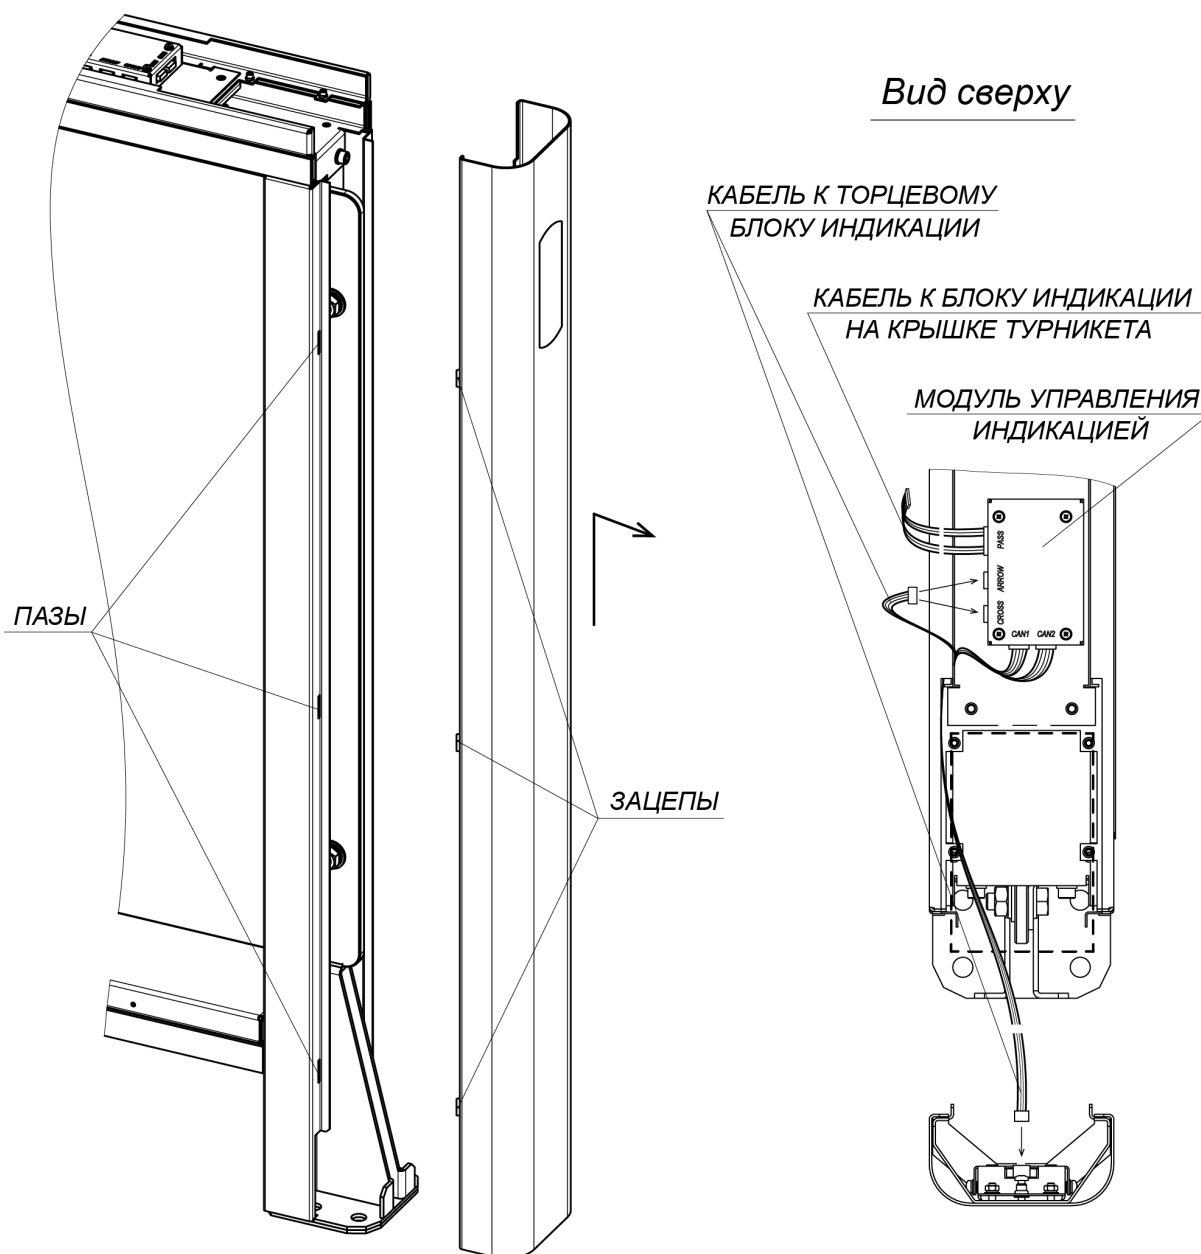

Рисунок 22. Снятие передней панели боковой стойки
- При необходимости произведите монтаж считывателей карт доступа: либо на предусмотренные для этого полки в верхнем коробе на торцах стойки (см. рис. 22), либо непосредственно на верхних крышках секций снизу (**PERCo-MR07 OEM**). Для фиксации считывателей используйте двусторонний скотч и при необходимости неметаллические подкладки, чтобы расположить его как можно выше (т.е. ближе к верхней поверхности крышки) с целью увеличить дальность считывания. Кабели от считывателей аккуратно проведите через верхний короб и центральную стойку к месту ввода кабеля от контроллера СКУД, используя штатные окна в деталях корпуса секции. Кабели не должны проходить между отверстиями для крепления верхней крышки секции и вблизи них, чтобы не повредить кабели при установке крышки. Для крепления кабелей применяйте самоклеящиеся площадки и кабельные стяжки. Не допускается крепление к
24. Установите на свои места передние панели боковых стоек (8) (разд. 8.9.2). После установки проверьте, чтобы верхний край панелей находился на одном уровне с корпусом секции. Панель с торцевым блоком индикации устанавливается с того края секции, где находится модуль управления индикацией, который закреплен на одной из двух стальных защитных пластин в верхнем коробе (см. рис. 22). При этом к торцевому блоку индикации необходимо подсоединить соответствующий соединительный кабель от модуля управления индикацией. Для отображения на торцевом блоке индикации белой стрелки соединительный кабель должен быть подключен к разъему **ARROW** модуля управления индикацией, для отображения красного креста – к разъему **CROSS** (см. разд. 8.9.2, рис. 22).
Для снятия передней панели боковой стойки (8) – сдвиньте ее вдоль стойки вверх и затем на себя, выводя зацепы панели из пазов в боковой стойке (см. рис. 22). Осторожно, не повредите соединительный кабель! Отсоедините разъем соединительного кабеля от платы блока индикации.
Перед монтажом верхней крышки (10) необходимо проверить, подключены ли к модулю управления индикацией все необходимые соединительные кабели (см. рис. 22, разд. 8.9.2).
- Подключите соединительный кабель от модуля управления индикацией (разъем “PASS”, рис. 22) к блоку индикации крышки (для **STC-01G, SDC-01G**).
- Возьмите одну из стеклянных частей крышки с блоком индикации и подключите соединительный кабель от модуля управления индикацией (разъем “PASS”, рис. 22) к блоку индикации крышки.